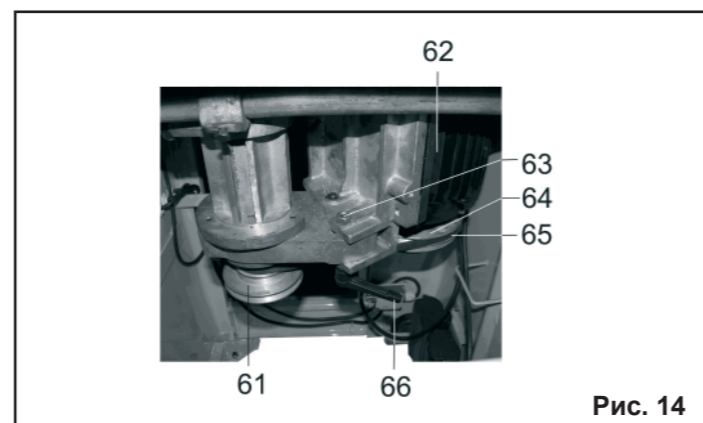

Рис. 14
10.3.9. Во время работ периодически (при выключенном станке) убирайте стружку с поверхности станка и внутри узла направляющих планок, для чего выкрутите винт (59), переведите защитный кожух (60) в вертикальное положение; стружку убирайте крючком и щёткой, Рис. 14.